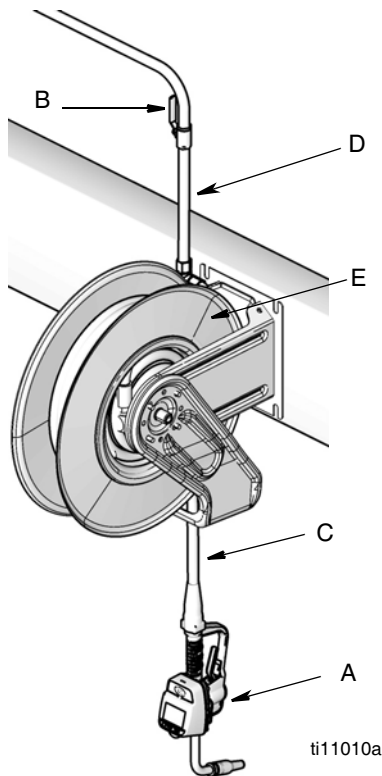

FIG. 13
Instalaciones típicas (FIG. 13)
La instalación típica que se muestra en FIG. 13 es sólo una guía. No es un diseño del sistema completo. Póngase en contacto con su distribuidor de Graco si desea obtener ayuda para planificar un sistema adecuado a sus necesidades.
2. Cierre la válvula de retención (B, FIG. 13).
1. Cierre la válvula de retención de fluido (B, FIG. 13, página 12) en cada posición de dispensado.
4. Abra lentamente la válvula de cierre (B) en la posición de dispensado. Descargue una cantidad suficiente de aceite para garantizar que todo el sistema está limpio; a continuación cierre la válvula.